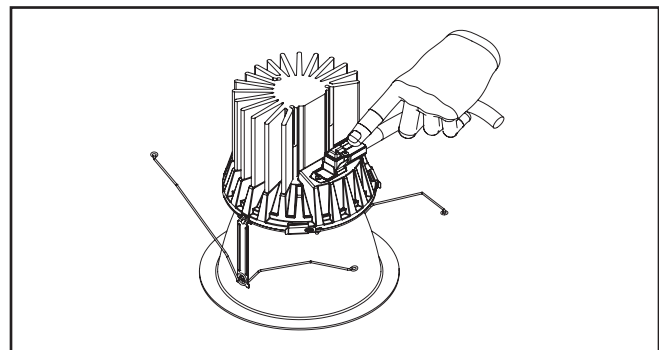

Figure 7.
- Alignez correctement le connecteur comme indiqué en (Figure 7). Branchez la prise de débranchement rapide du luminaire sur le module.